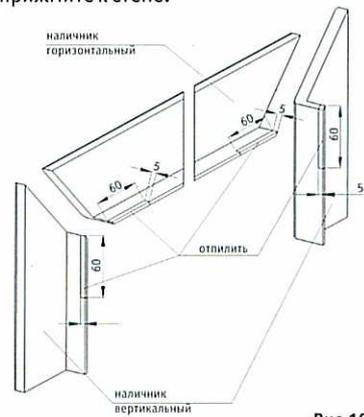

Рис.19
6.1.3. Соединительные стяжки вертикальных и горизонтальных стоек коробки могут помешать вставить ножку телескопического наличника до упора в паз коробки. Поэтому, если ножка наличника не вставляется до упора в паз коробки, немного подпилите ножку наличника (рис.19).